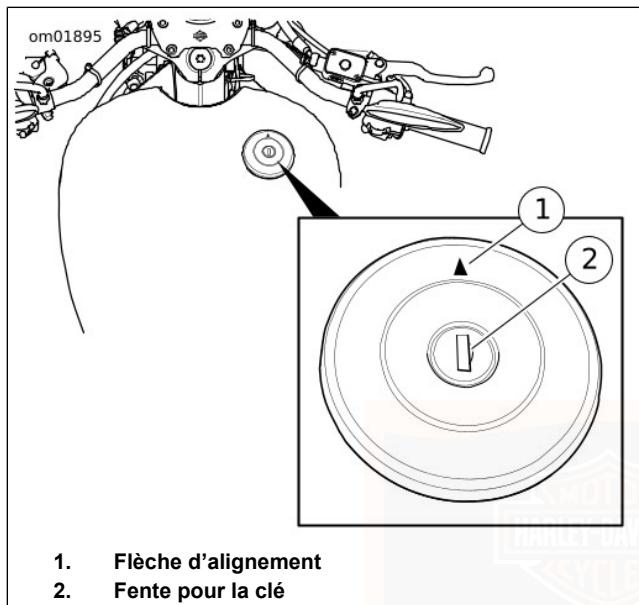

Figure 7. Bouchon de remplissage de carburant
1. Voir Figure 7. Insérer la clé de contact dans la fente (2).